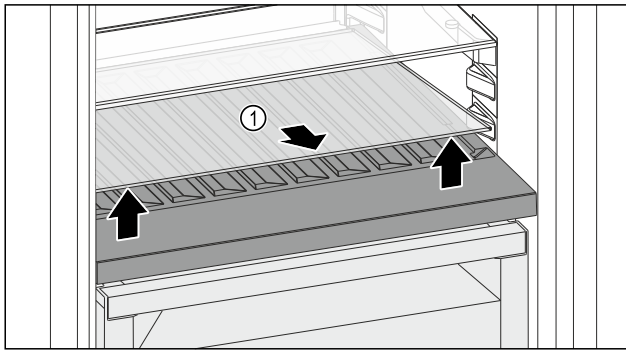

Fig. 142
- Sollevare il ripiano di vetro Fig. 142 (1) dall'incavo anteriore e rimuoverlo.
- Conservare il ripiano di vetro Fig. 142 (1) fuori dall'apparecchio in un luogo sicuro.